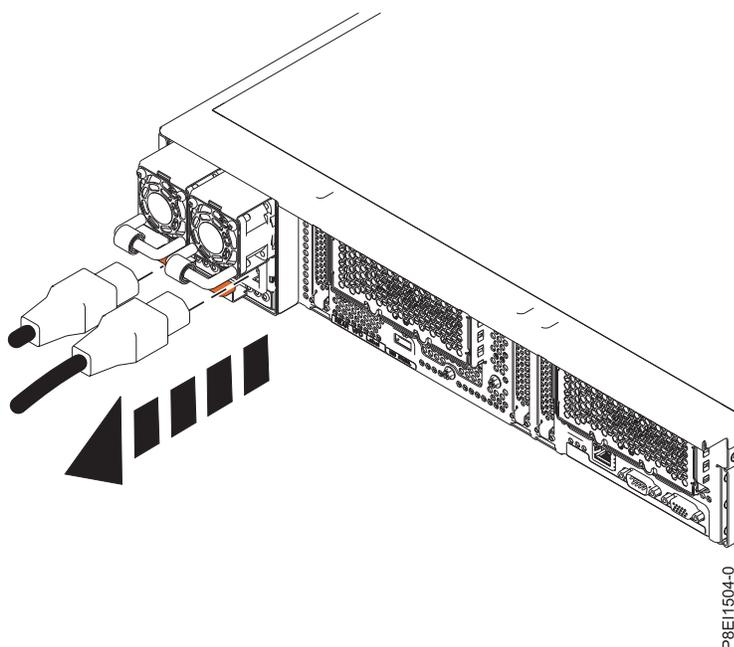

図 229. システムからの電源コードの取り外し
4. 電源コードをシステム装置から切り離します。図 219 ページの図 229 を参照してください。